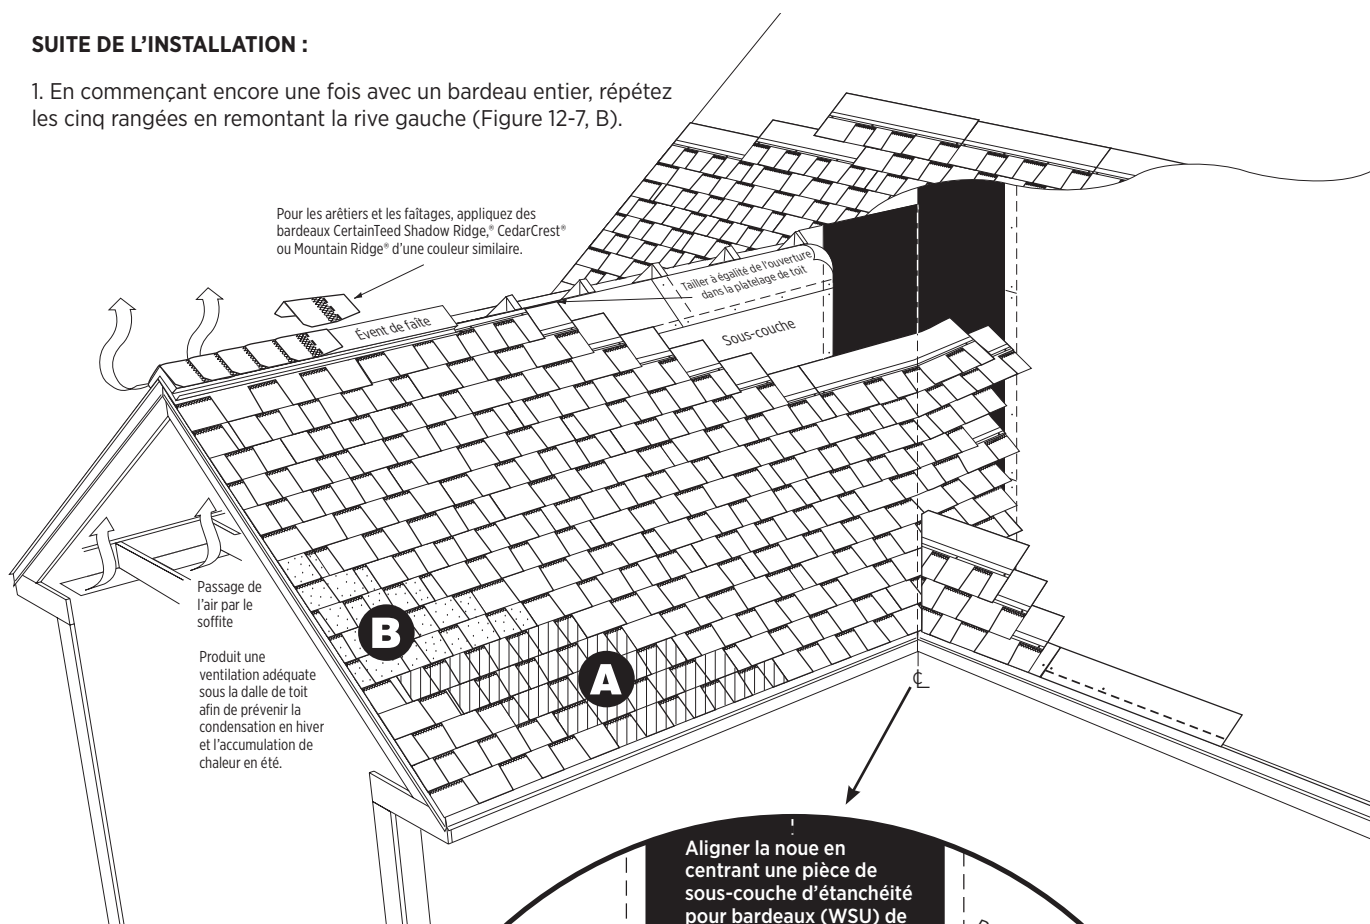

Figure 12-7 : Méthode de pose diagonale de cinq rangées.
2. Remplissez les rangées de la toiture en diagonale et en décalé en utilisant des bardeaux entiers. (Figure 12-7, A). Ne posez pas les rangées à l'horizontale.
1. En commençant encore une fois avec un bardeau entier, répétez les cinq rangées en remontant la rive gauche (Figure 12-7, B).